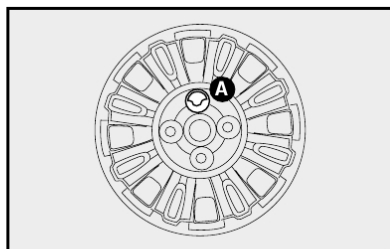

fig. 8
8) colocar a calota cuidando para que o símbolo ☐, na parte interna, fique em correspondência com a válvula, e dessa maneira o furo maior da calota **A-fig. 8** passe pelo parafuso já fixado;